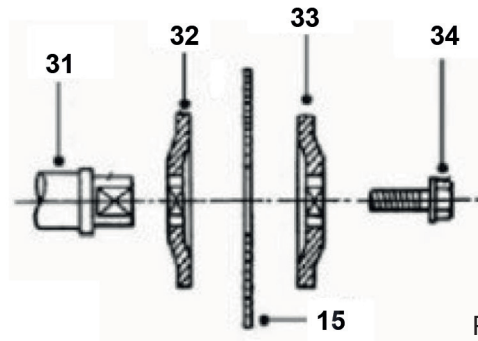

Рис. 4
Усталюйце ўнутраную фланец (32), пілу (15) з адпаведным мантажным дыяметрам і знешнюю фланец (28) на шпіндзель (31) (Рис. 4). Зацягніце бал (34) (Рис. 4), паварочваючы яго супраць гадзіннікавай стрэлкі, адначасова ўтрымліваючы націснутай кнопку фіксацыі пілы (29) (Рис. 3).